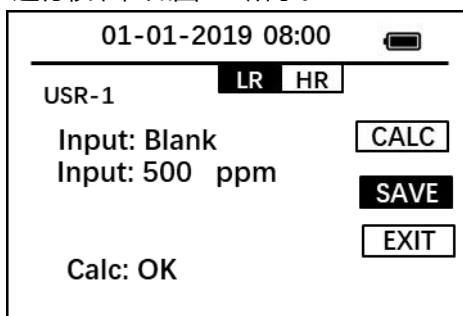

图13
4. 按OK键 选择 **CALC** 进行校准，如图 13 所示。
6. 按OK键 选择 **CALC** 进行校准，如图 13 所示。